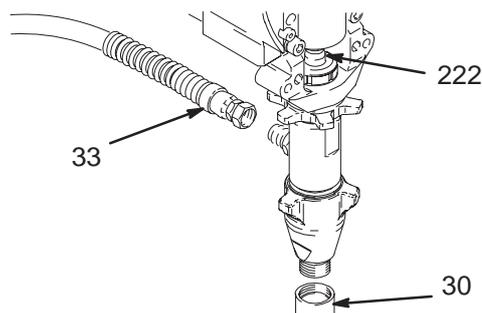

Fig. 15 7672C
3. Fig. 15. Haga funcionar la bomba con el vástago del pistón (222) en su posición más baja.
4. Fig. 15. Retire el tubo de aspiración (30) y la manguera (33).